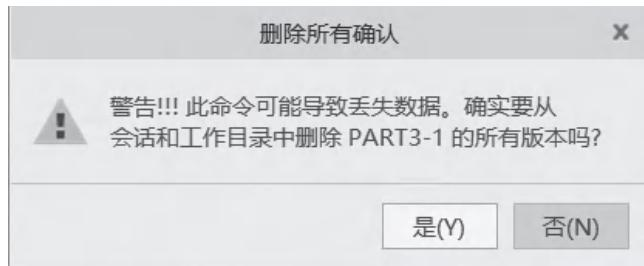

图 1-2-9 “删除所有版本”对话框
(2) 单击“管理文件”按钮，在弹出菜单中单击“删除所有版本”按钮，弹出如图 1-2-9 所示的对话框。单击“是”按钮，则从磁盘删除指定对象的所有版本。